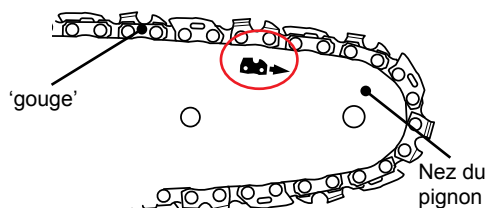

Fig. 5
- > La rotation de la chaîne se fait dans le sens indiqué par la flèche (Fig. 5).